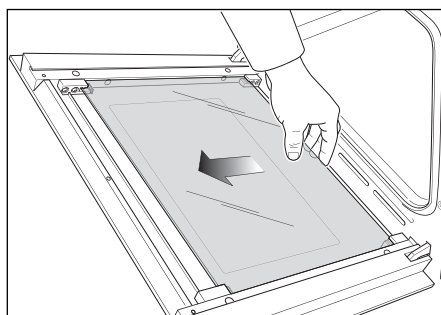

Fig. 45b
- Décrochez doucement la vitre centrale des pinces inférieures en la déplaçant comme illustré sur la Fig. 45b.